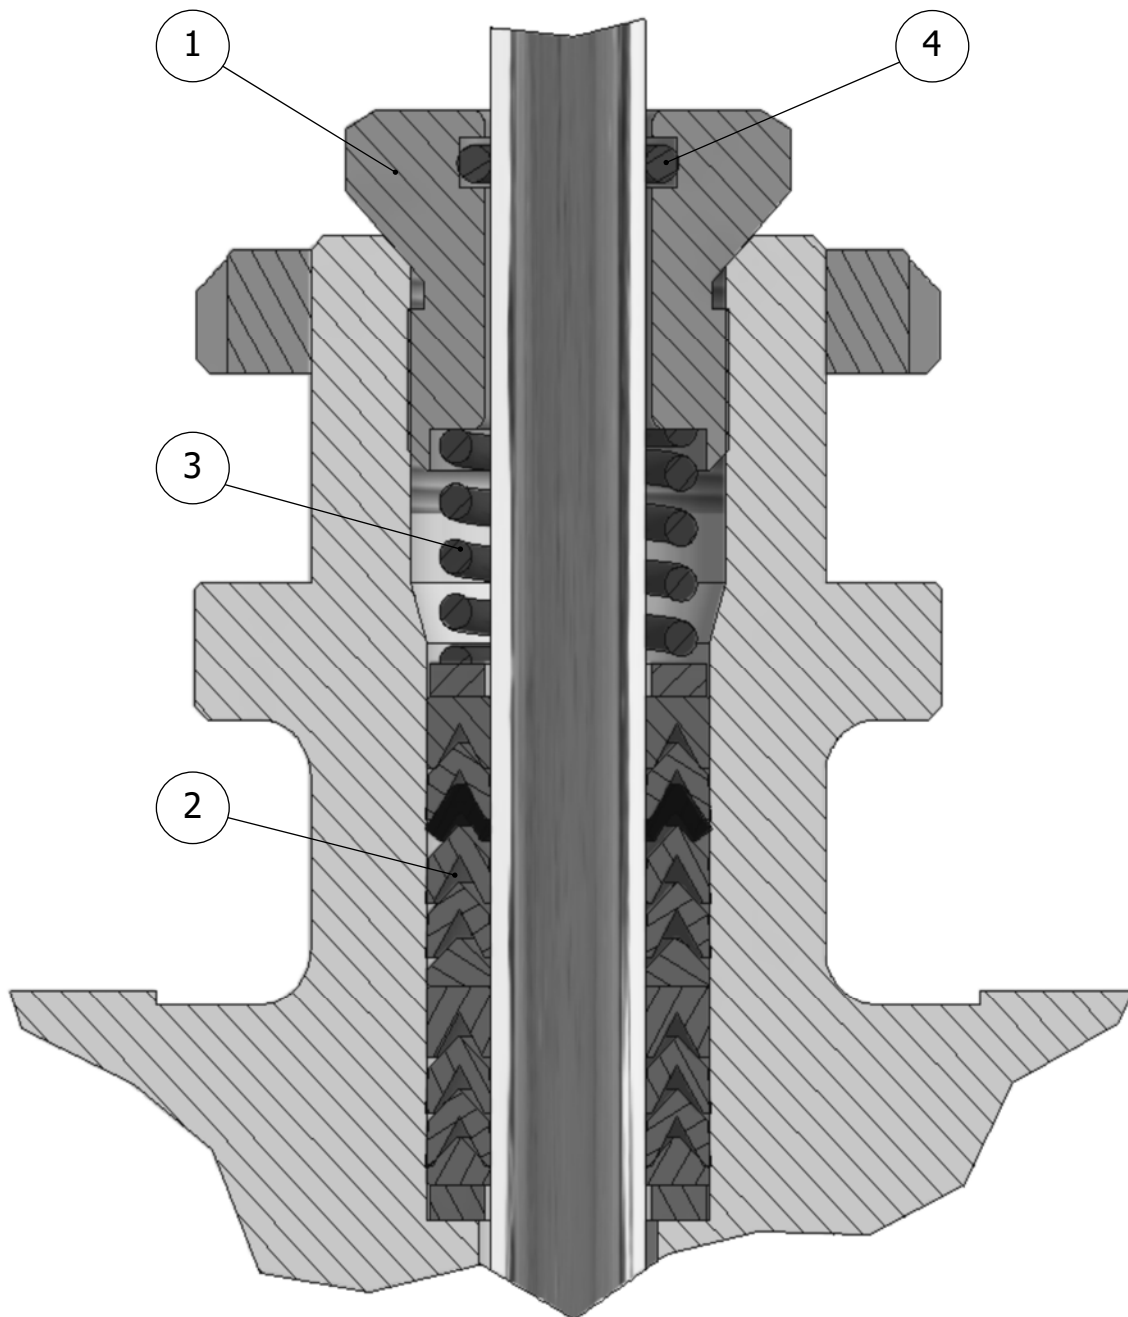

Fig. 8 Caja cierre vástago "LL200"
Haciendo referencia a la figura correspondiente a su modelo de caja («Fig. 8») proceder como sigue:
- ◆ Desatornillar por completo los tornillos (1).
- ◆ Reemplazar la junta tórica (4).
- ◆ Extraer el muelle (3).
- ◆ Extraer la caja de cierre inferior (2).
- ◆ Insertar la caja nueva como se indica en la «Fig. 8».
- ◆ Atornillar la tuerca (1) sin llegar al tope.
- ◆ Apretar la tuerca (1) como se indica en el capítulo 5